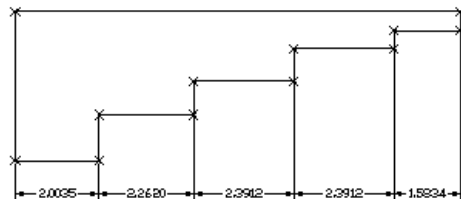

图 4-73 编辑状态的快速标注
- (1) “编辑”选项：用户可以对快速标注进行删除、添加标注点等操作，如图 4-73 所示。
- (2) “设置”选项：可以对快速标注进行关联标注优先级进行设置。